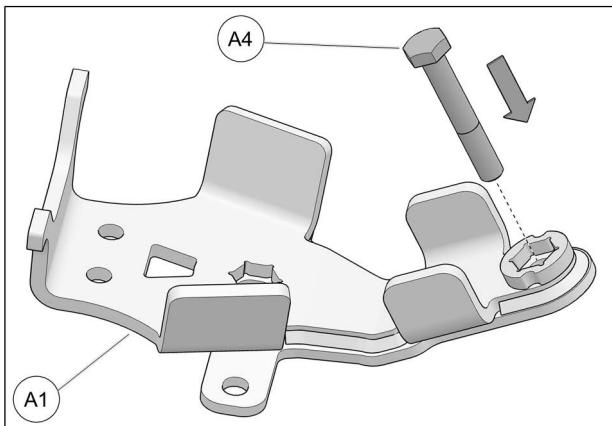

Fig. 13
4. Insérer le boulon M10x65mm (**A4**) à l'extrémité de chacun des ancrages de suspension avant (**A1**). Fig. 13